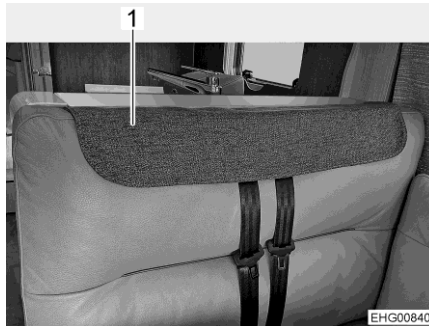

Bild 91 Sätesklädsel monterad
När fordonet är uppställt kan nackstöden tas bort från sittbänkens ryggstödsdyna för att få en bekvämare sittplats. Öppningarna för nackstöden och för säkerhetsbältena kan sedan täckas med en sätesklädsel (Bild 91,1).
- Montera sätesklädseln över öppningarna för säkerhetsbältena (Bild 91).